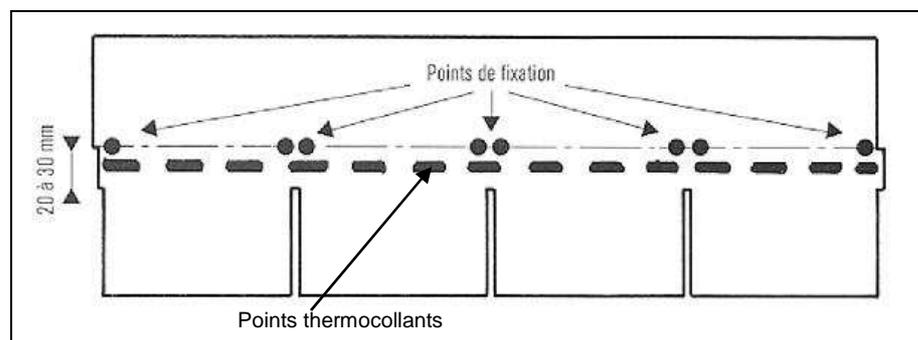

Figure 11 : Points de fixation du bardeau **SOPRATUILE**, pentes > 200 ‰
- fixation renforcée par un clou supplémentaire au droit de chaque encoche, soit un total de 8 clous pour le bardeau **SOPRATUILE** (figure 11) et 10 clous pour les bardeaux **SOPRATUILE QUEUE DE CASTOR** et **SOPRATUILE QUEUE DE CASTOR CUIVRE** ;